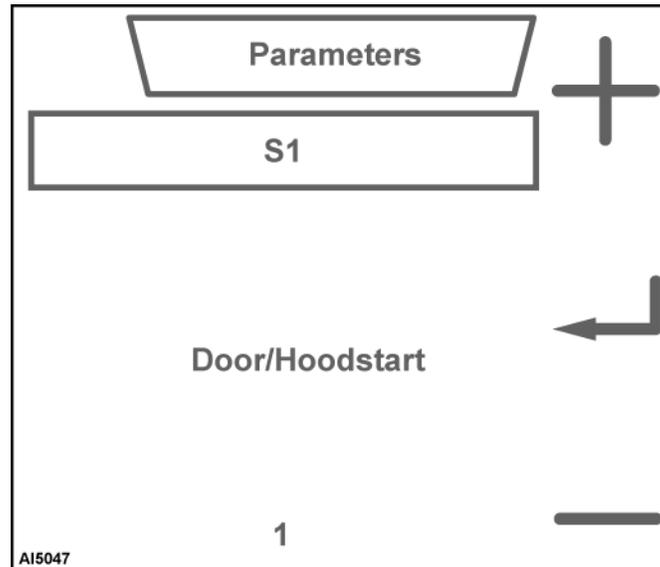
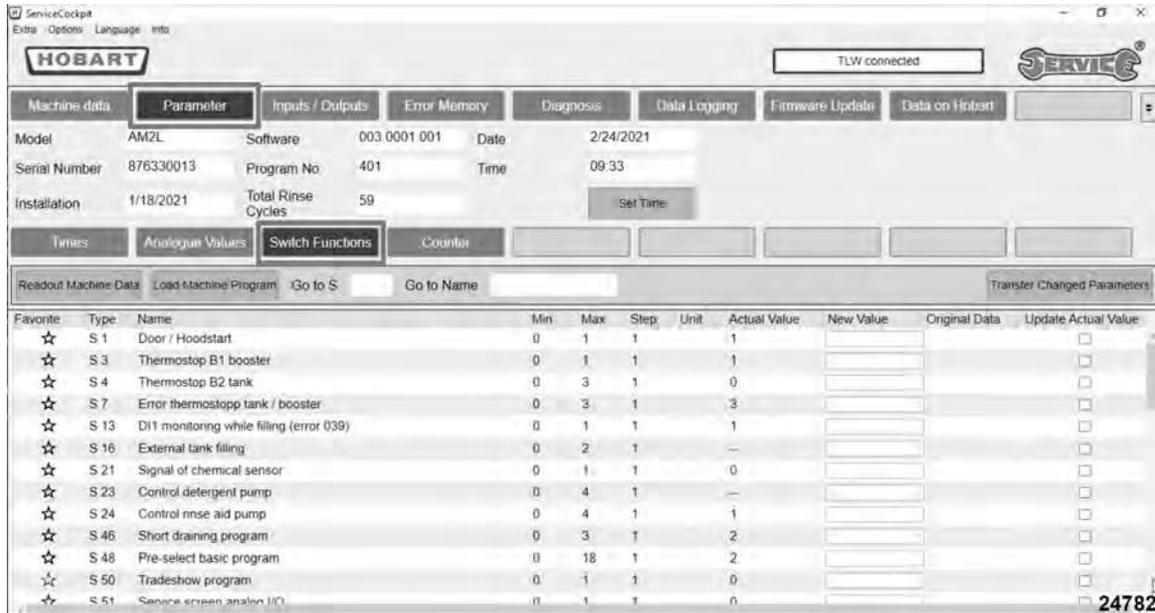

Fig. 42
Fig. 43
**NOTA:** Estos parámetros son de referencia para la programación del equipo (Fig. 42) o para el uso de la cabina de servicio. (Fig. 43).